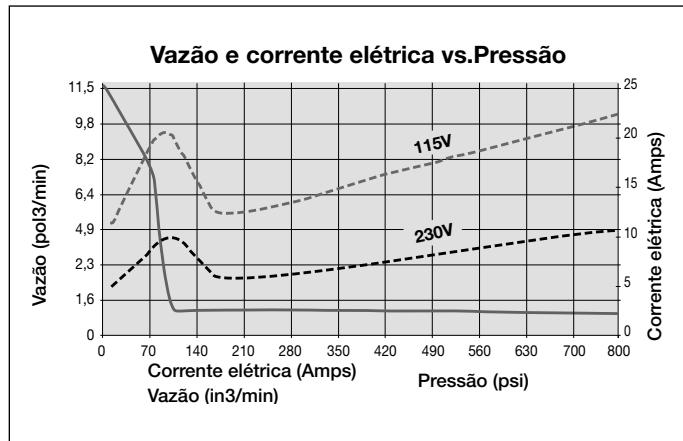

Figura 1, Diagrama de Vazão
3.2 Diagrama de Vazão (ver Figura 1):
*Consumo efetivo de força depende da aplicação. Ver Figura 1.
1. A proteção das linhas do circuito e os disjuntores devem ser fornecidos pelo cliente. A proteção da linha de circuito deve ser de 115% do valor da amperagem do motor, na carga máxima da aplicação. (Ver Figura 1). .